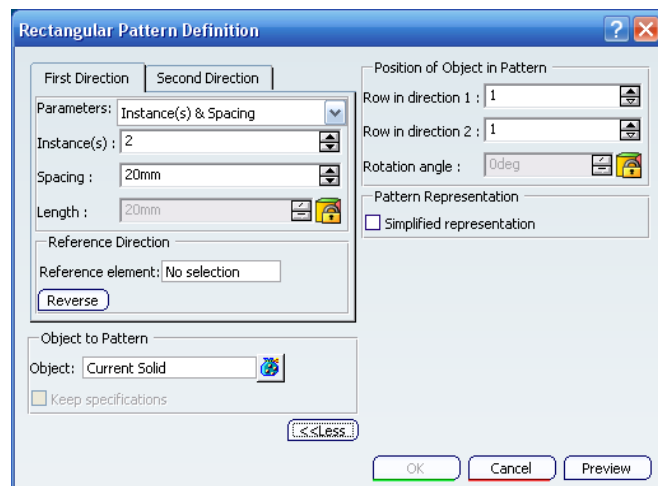

Ilustración 286: Ventana de definición de rejilla rectangular ampliada.
En la ventana de definición de la primera dirección (la de la segunda dirección es idéntica), se podrá comprobar que cuando se elige una de las opciones anteriores, el tercer parámetro aparece bloqueado ya que está definido por los otros dos (ver Ilustración 286).
- *Position of Object in Pattern*: esta opción se encuentra al ampliar la ventana, tal y como aparece en la Ilustración 286. En ella se podrá elegir que posición ocupará el original en la fila de copias y se podrá dar un ángulo a la dirección seleccionada.